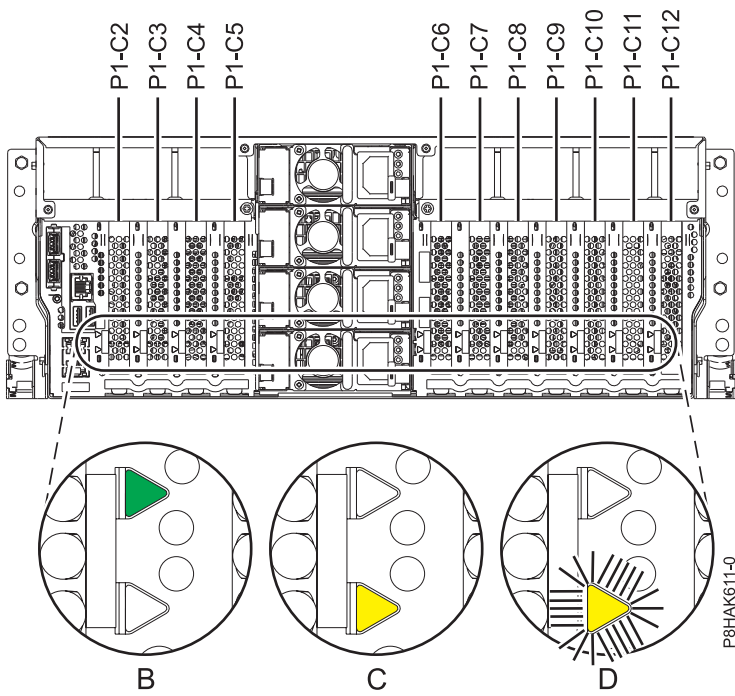
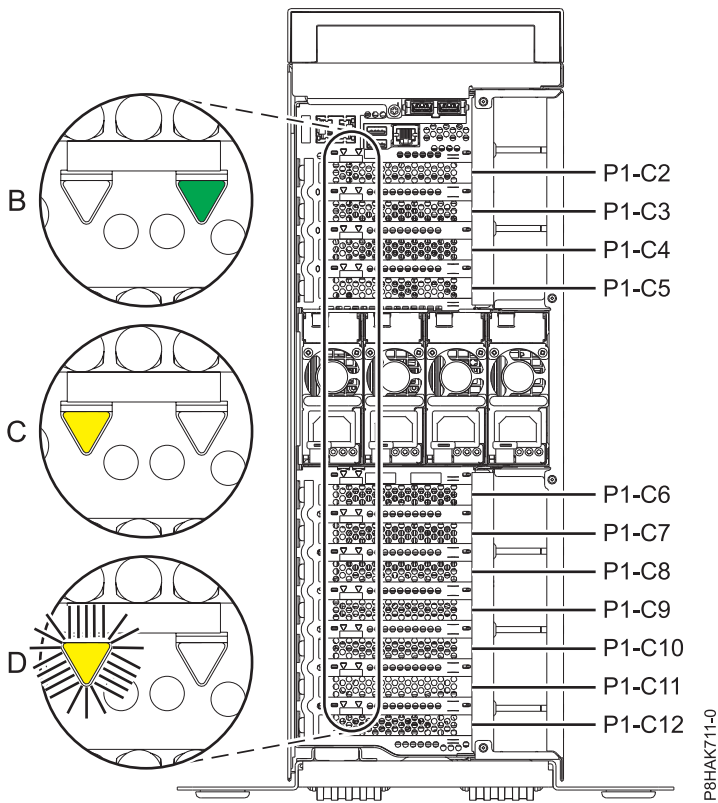

Figure 29. Emplacements des cartes PCIe et emplacements des voyants sur un système 8247-42L, 8286-41A ou 8286-42A monté en armoire
Figure 30. Emplacements des cartes PCIe et emplacements des voyants sur un système 8286-41A autonome
1. Familiarisez-vous avec les emplacements de carte PCIe et les voyants d'activité pour la carte PCIe sur laquelle vous souhaitez exécuter des tâches de maintenance. Les cartes PCIe sont installées à l'arrière du système. La figure 29, à la page 34 et la figure 30, à la page 34 illustrent les emplacements des cartes PCIe sur un système et les emplacements des voyants pour la carte PCIe.